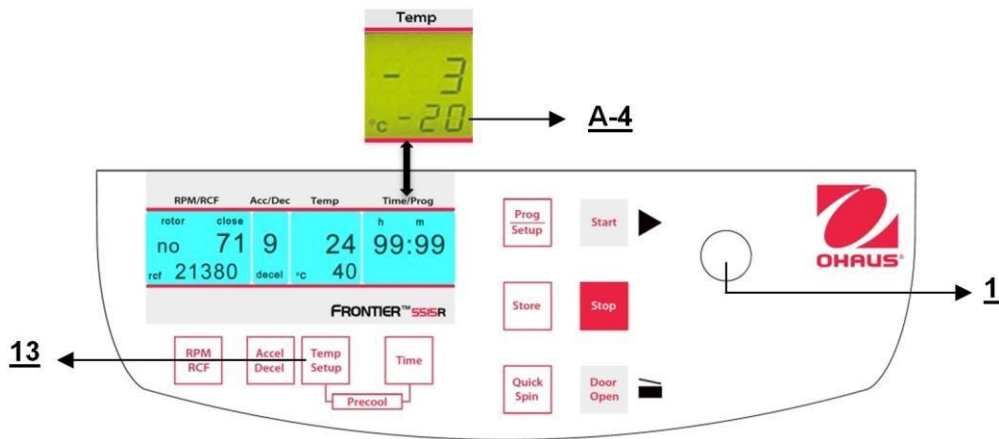

Figura 19
Esta función se activa con el botón **"Temp/Setup"** (13). Después de presionar este botón, en la pantalla **"Time/Prog"** destella la indicación **"°C"** (A-4). Con la perilla (1) puede preseleccionarse la temperatura de prueba deseada en pasos de 1 °C en un rango de -20 °C hasta +40 °C. El valor se indica permanentemente en la pantalla (Figura 19) antes, durante y después de la operación. ¡Observe las mínimas temperaturas respectivas de los rotores a máxima velocidad!